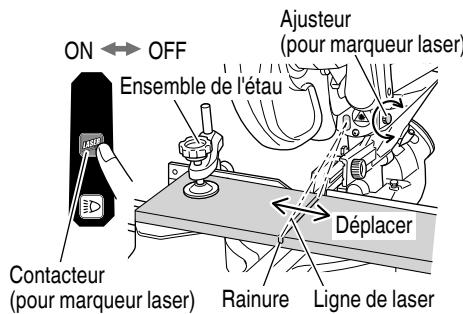

Fig. 23
- (1) Allumer le marqueur au laser et découper une rainure d'environ 5 mm de profondeur sur une pièce mesurant environ 20 mm de haut et 150 mm de large. Tenir la pièce portant la rainure avec l'étau dans la position où elle se trouve et ne pas la bouger. Pour le découpage de rainures, voir "13. Procédures de coupe d'encoche" à la page 82.
- (2) Ensuite, tourner l'ajusteur et déplacer la ligne laser. (Si l'on tourne l'ajusteur dans le sens des aiguilles d'une montre, la ligne laser se déplacera vers la droite, et si on le tourne dans le sens inverse des aiguilles d'une montre, la ligne laser se déplacera vers la gauche.) Lorsqu'on travaille avec le trait à l'encre aligné sur le côté gauche de la lame de scie, aligner la raie laser sur l'extrémité gauche de la rainure (Fig. 23). Lorsqu'on l'aligne sur le côté droit de la lame de scie, aligner la ligne laser sur le côté droit de la rainure.
- (3) Après avoir réglé la position de la ligne laser, tracer un trait à l'encre à angle droit sur la pièce et aligner le trait à l'encre sur la ligne laser. Pour aligner le trait à l'encre, glisser la pièce petit à petit et la fixer avec l'étau à la position où la ligne laser recouvre le trait à l'encre. Recommencer le travail de rainurage et vérifier la position de la ligne laser. Si l'on désire modifier la position de la ligne laser, recommencer le réglage en effectuant les opérations (1) à (3).